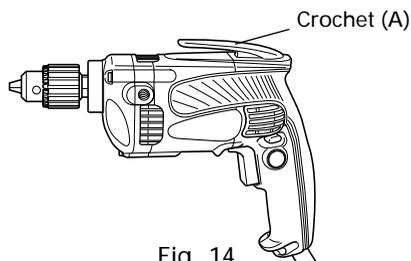

Fig. 14
11. Fixation du crochet (accessoire en option) (Fig. 14)